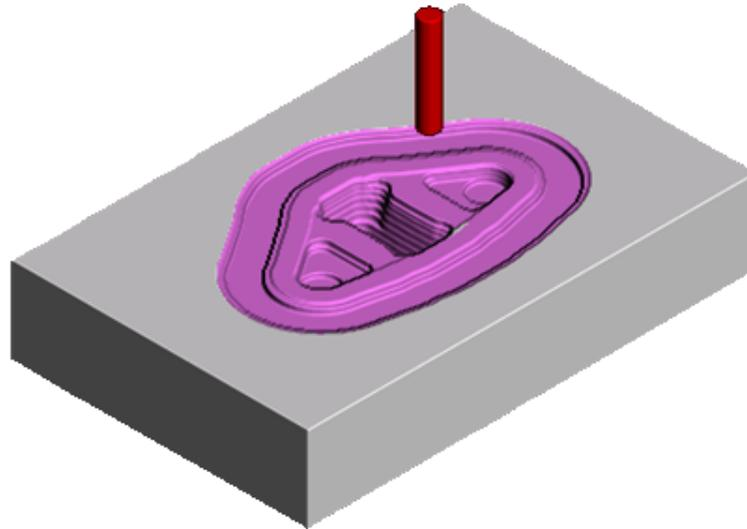

Figura 2.153 Simulación de maquinado con ViewMill.
- Para iniciar la simulación, hacer clic en el botón Iniciar . Permitir que la simulación se ejecute hasta el final (Figura 2.153).